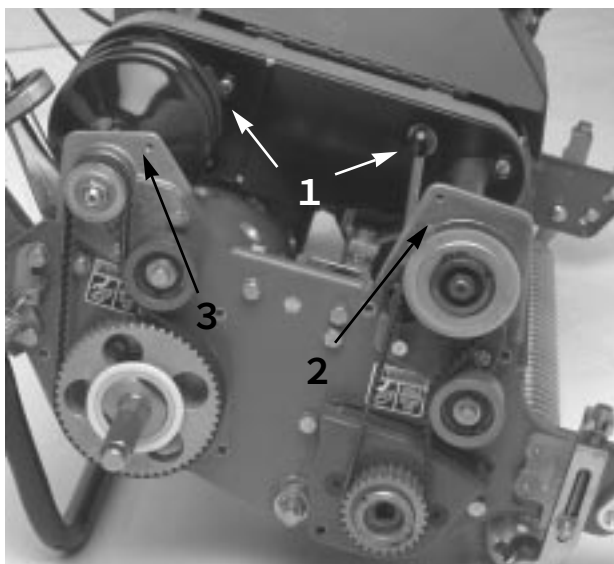

図41
4. デファレンシャル・カバーの前部分と後部分を外す（カバーをハウジングに固定しているキャップスクリュを取ってカバーを開く；図41）。
6. 前クラッチ・ハウジング（図41）をサイド・プレートに固定しているキャップスクリュとロックナット（各2）を取る。
8. 右後ベアリング・ハウジング（図41）をサイド・プレートに固定しているキャップスクリュ（各2）を取る。